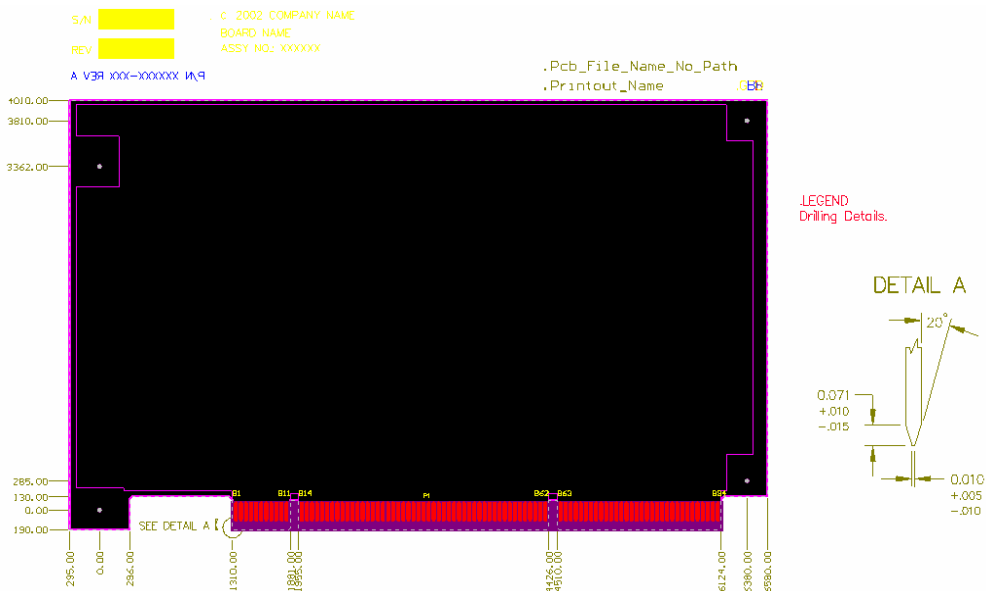

图 11-8 PCI Short Card 3.3V - 64BIT 板形
(1) 打开 File 面板，从 New from Template 区域选择 PCB Board Wizard，打开 PCB Board Wizard 欢迎界面。
(2) 单击 Next 按钮，进入选择电路板度量单位界面，根据需要选择度量单位，本例选择 Imperial。
(3) 单击 Next 按钮，进入电路板类型选择界面，选择 PCI Short Card 3.3V - 64BIT。
(4) 连续单击 Next 按钮，依次进入板层选择、过孔样式选择、元件和布线技术选择、默认走线和过孔大小选择界面，本例中都保持系统默认配置不变。
(5) 在最后的完成界面，单击 Finish 按钮，系统会自动生成一个自由 PCB 文档，里面有一个已经定义好的 PCI Short Card 电路板形，如图 11-8 所示。